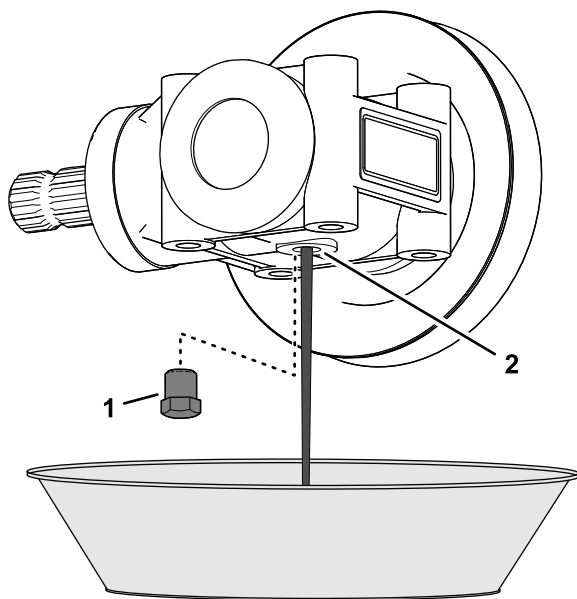

Bild 119
1. Entfernen Sie die Gehäuseschraube vom Gehäuseschraubenloch des Mähwerkgetriebes (Bild 119).
2. Stellen Sie das Getriebe über eine Auffangwanne und lassen Sie das ganze Öl vom Getriebe ablaufen (Bild 119).